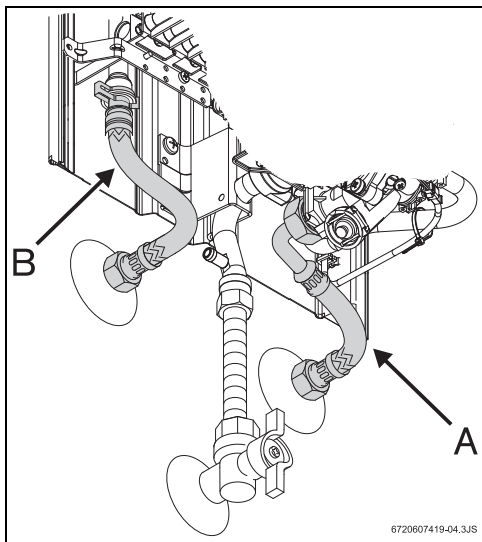

Рис. 13 Подключение подачи воды
- ▶ Следить за тем, чтобы при подключении не перепутать место подсоединения водопровода холодной воды (рис. 13, [поз. А]) с местом подсоединения водопровода горячей воды (рис. 13, [поз. В]).